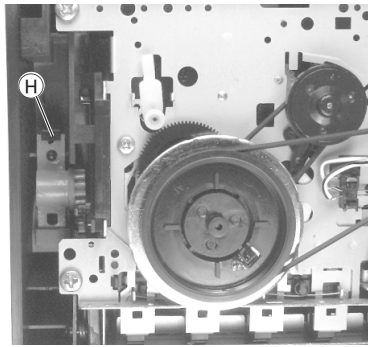

Fig. 28
- Die Rastnase **Ⓜ** (Fig. 28) ausrasten und die Cassettentürbremse M9¹ herausnehmen.
- Disengage catch **Ⓜ** (Fig. 28) and remove brake M9¹ of the cassette door.